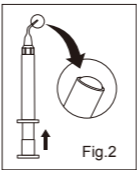

Fig.2
- De supprimer l'air présent dans l'embout en poussant doucement le piston de la seringue pointé vers le haut, jusqu'à ce que le matériau atteigne l'ouverture (Fig. 2).